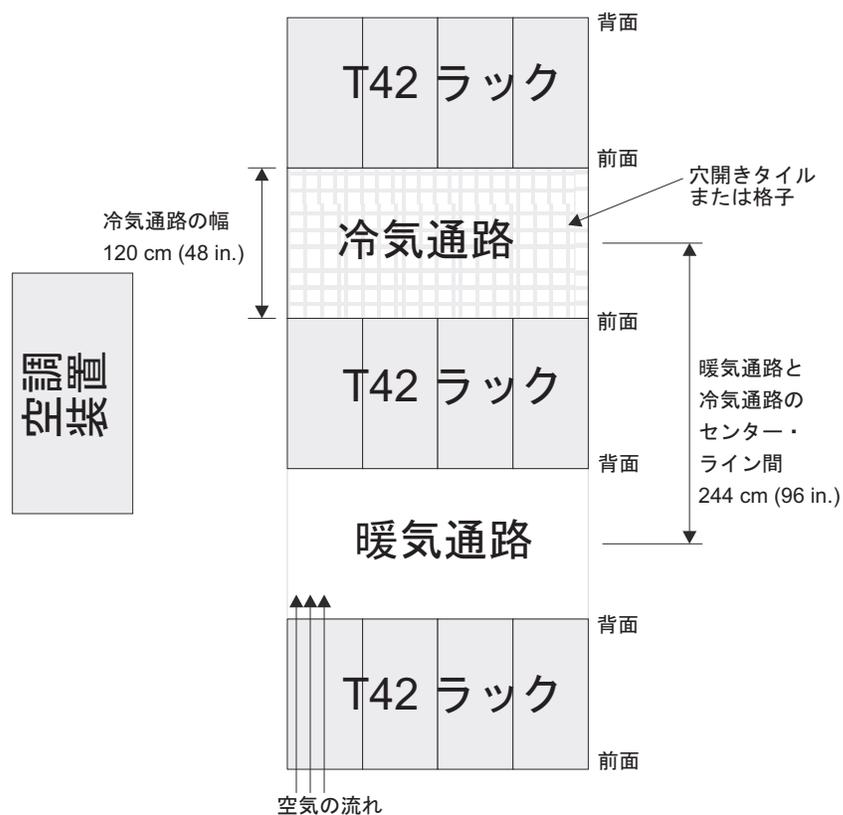

図 12. 冷気通路/暖気通路のラック構成例
向き合う交互の列に配置する必要があります。この配置は「冷気通路/暖気通路」と呼ばれ、図 12 に示されています。
- ラックが対面または背中合わせの列で並んでいるところでは、冷気通路の幅を 122 cm (48 in.) 以上取って、列を離す必要があります (図 12 を参照)。